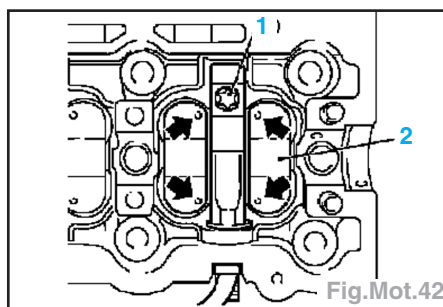

Fig.Mot.42
- Déposer la vis de fixation (1) de la traverse d'injecteurs et la retirer.
- Retirer les raccordements des valves (2) de la culasse, (tenir compte de la position de montage). Les repères (flèches) concernant les raccordements de valves se trouvent sur le coté de la culasse (Fig.Mot.42).